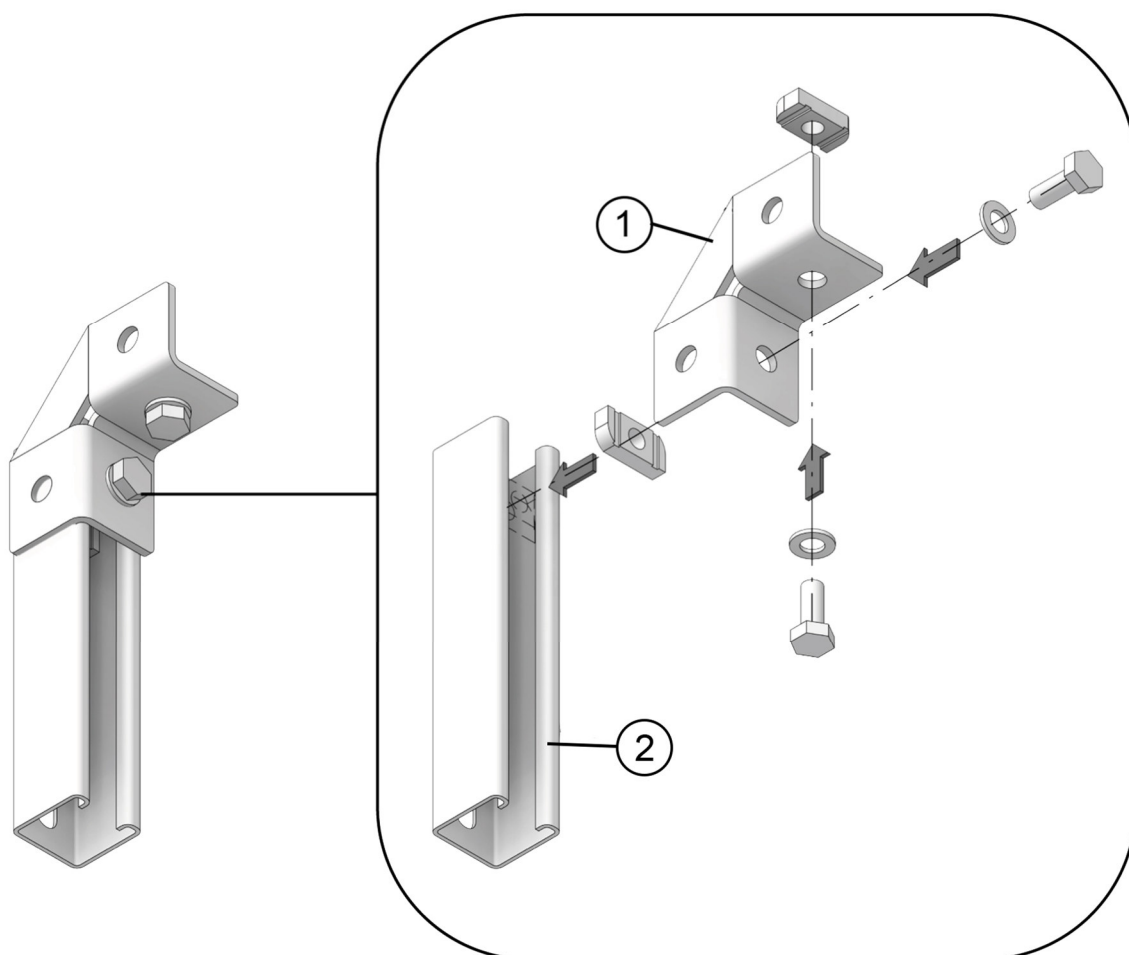

Рис. 4
- 6.4.3. Произвести сборку стойки из опоры и профиля или консоли используя соединитель, болты, шайбы, гайки закладные (См. рис. 4). Данный этап смотреть совместно с листом «Схема сборки узлов» и лист «Схема расположения соединителей» в проекте фальшпола. Все болтовые соединения следует затягивать динамометрическим ключом на определённый момент затяжки, в соответствии с указаниями в рабочей документации.